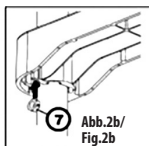
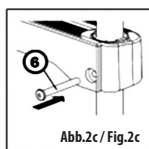

Abb.2b / Fig.2b
Abb.2c / Fig.2c
Verschieben Sie die Schraubenlöcher der Stufen über die Löcher in den Holmen. Setzen Sie die Mutter (7) unter der Stufe ein (Abb. 2b) und schrauben Sie die Stufe mit Schraube (6) fest (Abb. 2c).